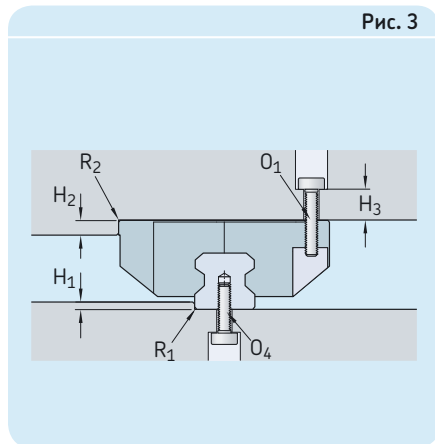
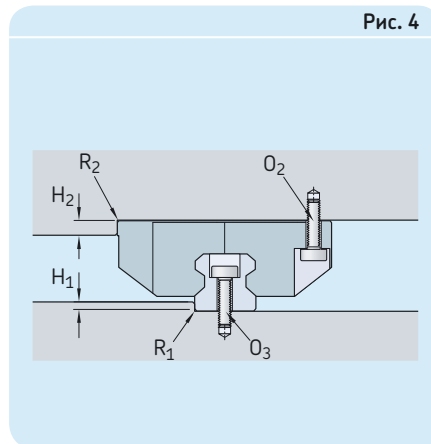

Рис. 3
Рис. 4
- Крепление кареток с фланцами может осуществляться сверху (→ рис. 3) и снизу (→ рис. 4)
- Крепление рельсовых направляющих может осуществляться как сверху (→ рис. 4 и 5), так и снизу (→ рис. 3, рельсовая направляющая типа LLTHR ... D4).